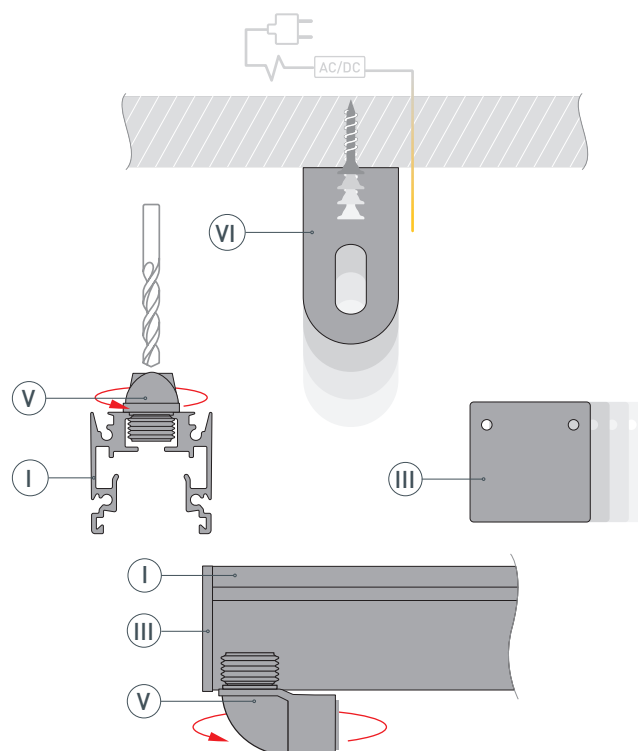

Рис. 1. Вид профиля сбоку. Установка части углового сальника на профиль
- 1 / Выведите кабель от источника питания для светодиодной ленты на поверхность. Закрепите основания держателей (VI) на поверхности (2 шт — для крепления 2000 мм профиля, 4 шт — для 3000 мм). Просверлите отверстие в профиле (I) для вывода кабеля питания светодиодной ленты. Вставьте и вкрутите часть углового сальника (V) в отверстие (рисунок 1). Установите на профиль (I) заглушки (III).